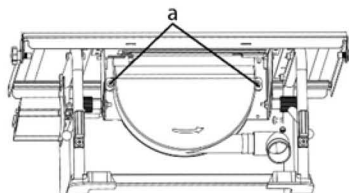

Fig.17
- > Afloje la protección inferior (7) aflojando los dos tornillos de fijación. (Fig. 17)